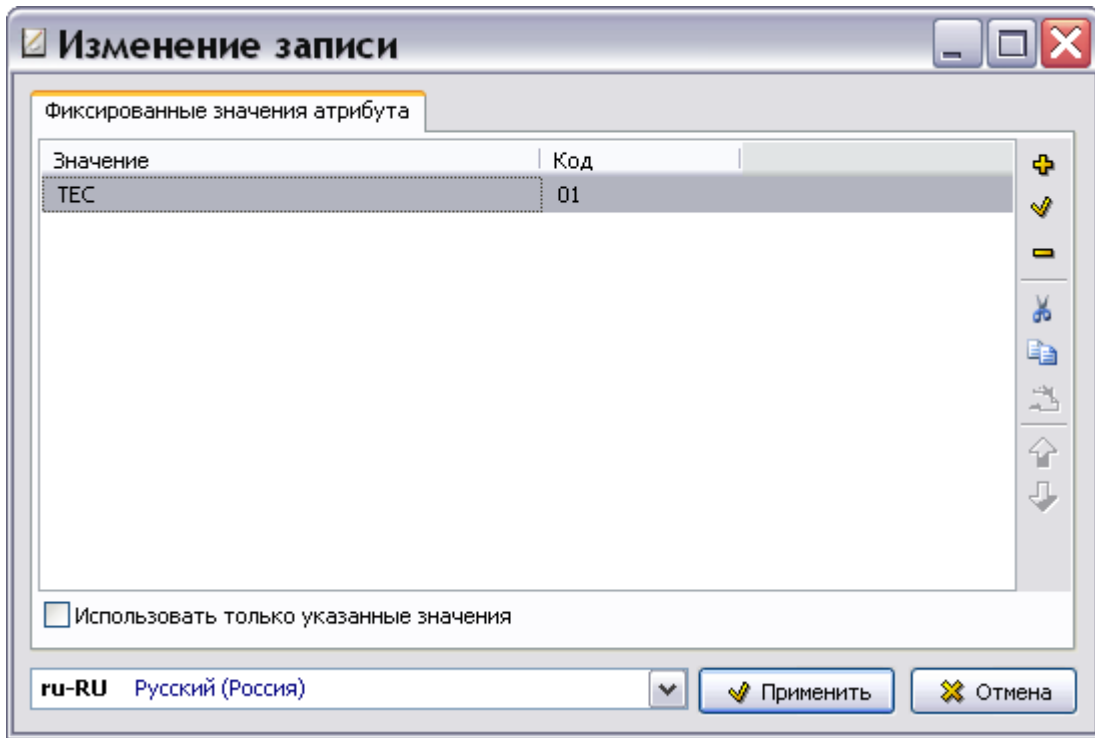

Рис. 3.25
4. В окне **Добавление записи** нажмите на кнопку  (Рис. 3.24). При этом произойдёт возврат в диалоговое окно **Изменение записи** (Рис. 3.25).